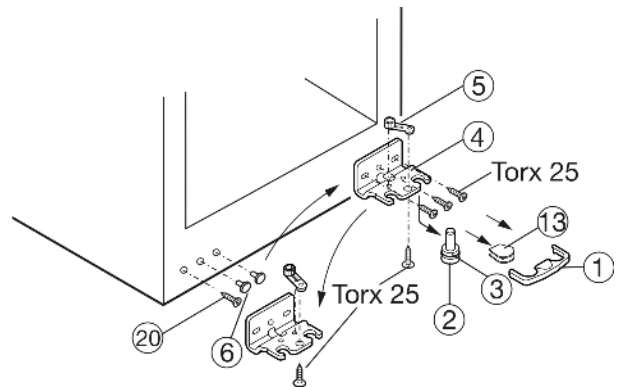

Fig. 4
- Enlever le dispositif Fig. 4 (1) d'arrêt en le tirant vers l'avant.
- Enlever le cache Fig. 4 (13) en le tirant vers le bas.*
- Enlever le pivot Fig. 4 (2) vers le bas et vers l'avant. Ce faisant, respecter la douille de charnière Fig. 4 (3).
- Dévisser la charnière Fig. 4 (4).
- Dévisser l'élément pivotant Fig. 4 (5) et le replacer dans le logement opposé de la charnière, le revisser ensuite.
- ▶ Retirer le bouchon Fig. 4 (6) côté poignée avec précaution et le repositionner sur le côté opposé.
- ▶ Retirer la vis Fig. 4 (20) et la revisser sur le côté opposé.
- ▶ Visser la charnière Fig. 4 (4) sur sa nouvelle face (**avec un couple de serrage 4 Nm**) utiliser le cas échéant une visseuse sans fil pour un bon vissage.
- ▶ Basculer l'appareil légèrement vers l'arrière et replacer les pivots d'appui Fig. 4 (2) avec les douilles de charnière Fig. 4 (3). L'encoche du pivot doit être orientée vers l'avant.
- ▶ Mettre le cache Fig. 4 (13) sur le côté opposé.*
- ▶ Le dispositif d'arrêt (1) doit s'enclencher latéralement sur la charnière afin de protéger les pivots d'appui et la porte.
- ▶ Replacer le dispositif d'arrêt (1) sur la charnière.
- ▶ Aligner éventuellement la porte par rapport aux deux trous oblongs du support d'appui Fig. 4 (4) pour qu'elle affleure avec l'habillage de l'appareil. Pour cela, dévisser les vis centrales.